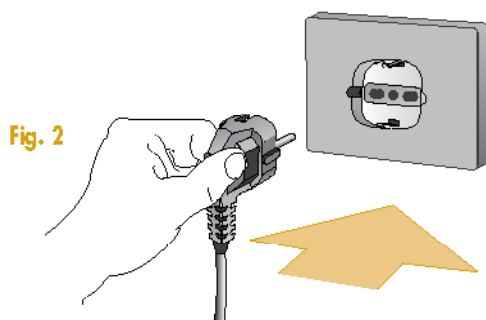

Fig. 2
- 7 Attendere circa un'ora, prima di collegare la spina alla rete (Fig. 2).
- 7 Wait approx. 1 hour before connecting to the mains (Fig. 2).
- 7 Подождите около часа и вставьте вилку в розетку электрического тока (Рис. 2).
- 7 Przed włożeniem wtyczki do gniazdka, odczekać około jedną godzinę (rys. 2)
- 7 Між інсталяцією обладнання і його підключенням до електромережі повинна пройти одна година (рис. 2).